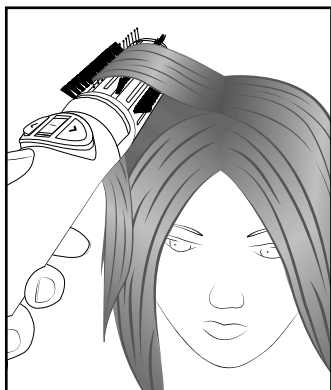

Fig. 2
- También puede darle más volumen a la raíz con solo mantener el cepillo redondo **8/9** durante unos segundos por debajo del mechón en la zona de la raíz (consulte la fig. 2). Realice este procedimiento sin la función de giro, ya que, de lo contrario, el pelo se enredaría en las cerdas.